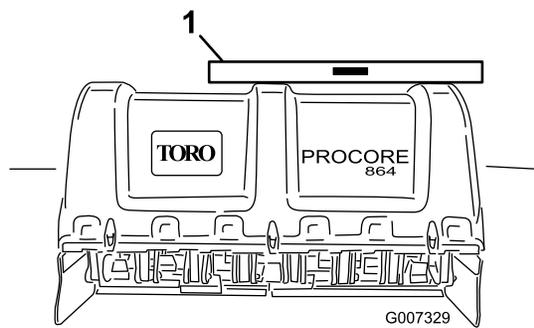

Рисунок 15
2. Для проверки выравнивания в поперечном направлении поместите уровень на раму аэратора (Рисунок 15).